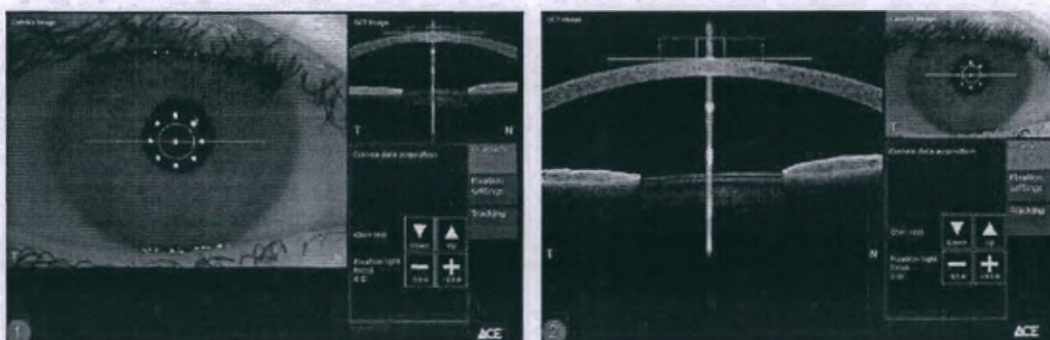

Рис. 35. Вариант отображения
По умолчанию изображение камеры отображается увеличенным в окне сбора данных (рис. 35/1).
1. _> Чтобы увеличить ОКТ-изображение в окне сбора данных (рис. 35/2), коснитесь ОКТ-изображения.
2. _> Чтобы снова увеличить изображение полученное с камеры (рис. 35/1), коснитесь изображения.